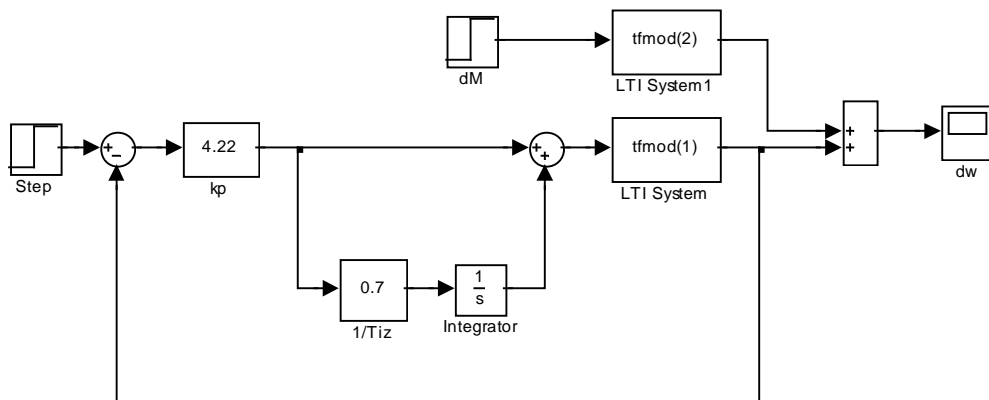

Рис.3. Модель системы регулирования
4. Построим Simulink-модель системы автоматического регулирования частоты (рис. 3) с ПИ-регулятором, используя линеаризованное описание объекта